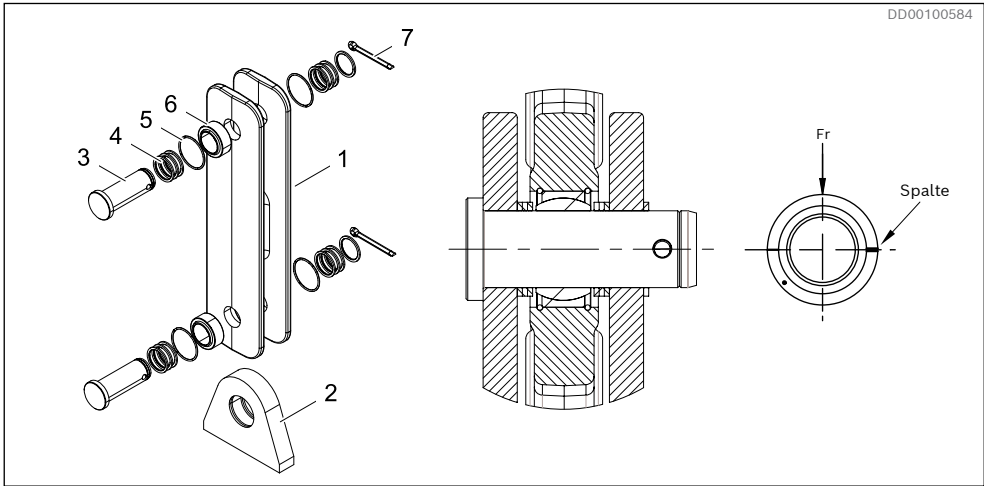
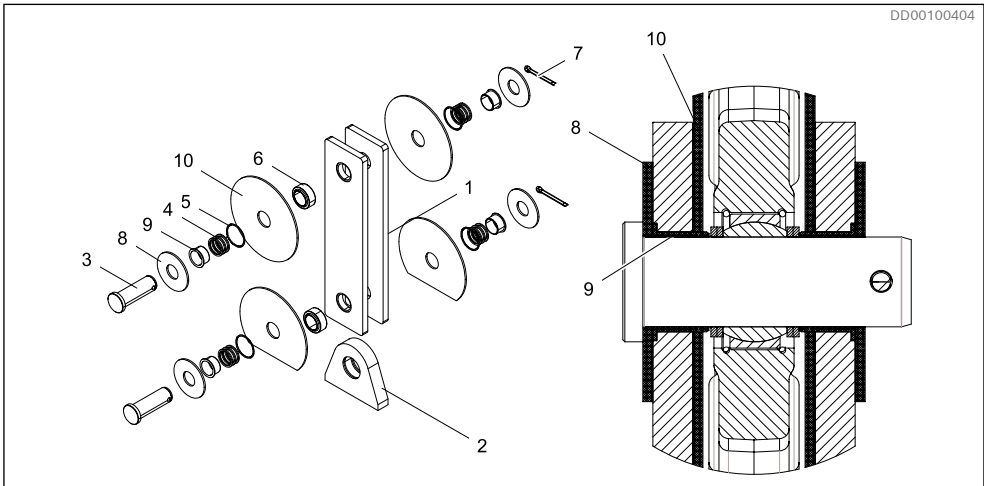
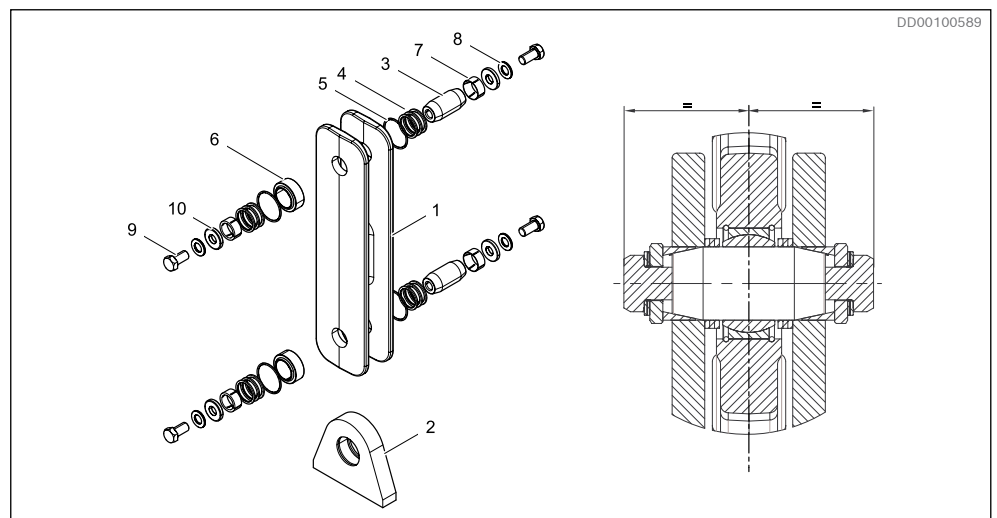

Fig. 22: Standard leddtilkopling TC A
Fig. 23: Elektrisk isolert leddtilkopling TC A
Fig. 24: Ekstra kraftig leddtilkopling TC A
- 2 Leddtilkoplingen og det sfæriske tverrglidelageret må være demontert under sveising. Se Fig. 22 og Fig. 23.
- 1. Lageret (6) skal monteres ved å bruke monteringshylse eller -rør på lageret utvendige ring.
- 2. Lageret skal monteres med sporet i den ytre ringen loddrett mot belastningsretningen. Se Fig. 22 (gjelder også for Fig. 23).
- 3. Lås lagrene med sikringsringene (5).
- 4. Monter resten av komponentene iht. Fig. 22 og Fig. 23.
1. Lageret (6) skal monteres ved å bruke monteringshylse eller -rør på lageret utvendige ring.
2. Lageret (6) skal monteres med sporet i den ytre ringen loddrett mot belastningsretningen. Se *Fig. 22* (gjelder også *Fig. 24*).
3. Lås lagrene (6) med sikringsringene (5).
4. Smør hylsene (7) og akselen (3) med tilgjengelig smørefett, fortrinnsvis grafittfett. Ikke smør gjengene.
5. Sett inn akselen (3) og deretter støtteskiver (4) og plasser akselen (3) i hullene. Påse at akselen er sentrert, se *Fig. 24*. Installer hylsene (7), deretter kilelåseskiver og skruer (9). Trekk til skruene med 350 Nm, 258 lbf-ft.